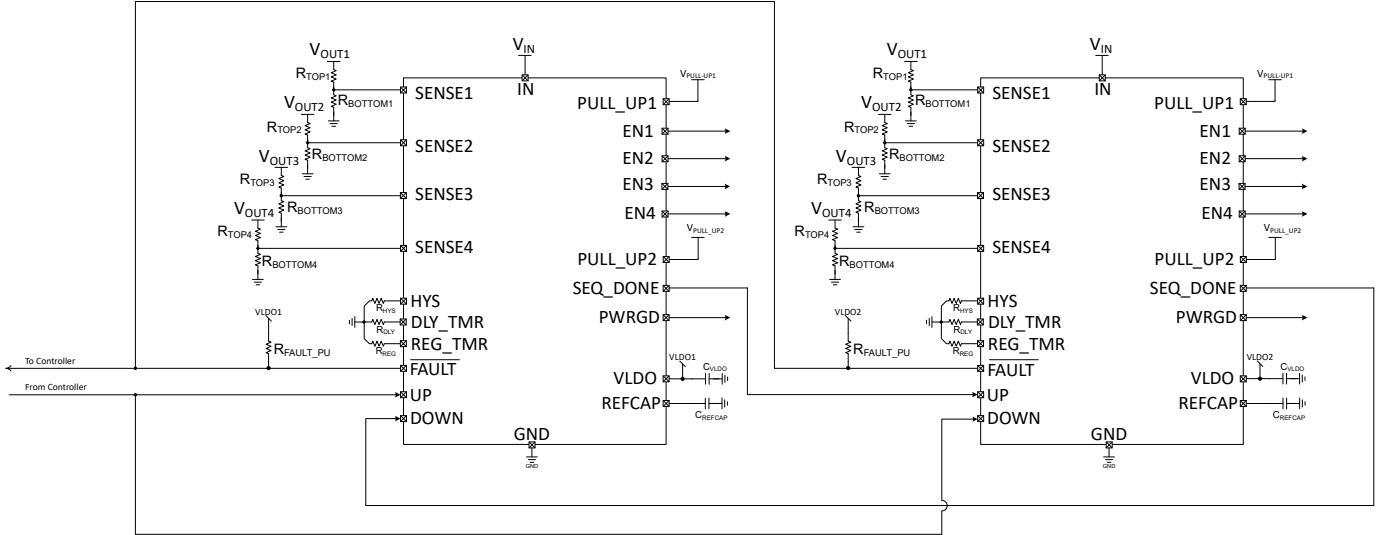

図 8-15. デイジーチェーン構成
TPS7H3014 には、最大 4 つの電圧レールをシーケンス制御/監視するための 4 つの入力チャンネルが内蔵されています。ただし、このアプリケーションで 4 つ以上のチャンネルが必要な場合は、必要に応じて複数のデバイスをデイジーチェーン接続できます。デイジーチェーン構成を、図 8-15 に示します。この場合、ここには 2 つのデバイスのみが表示されていますが、アプリケーションの必要に応じて複数の IC を構成することができます。
- PULL_UP2は、PWRGDおよびSEQ_DONE出力の出力電圧High(V_{OH})をプログラムする入力電源です。これらの出力は通常、システムコントローラ(通常はFPGAまたはASIC)やハウスキーピング(維持管理)コントローラに接続されます。デジタイチェーン構成では、図8-15に示すように、SEQ_DONEは後続のTPS7H3014 I.C.のUPに接続されます。この電源は、ピンのできるだけ近くに1μF以上のコンデンサを配置してデカップリングすることを推奨しています。このアプリケーションでは、V_{PULL_UP1} = 3.3Vです。これは、コントローラI/Oの一般的な電圧です。